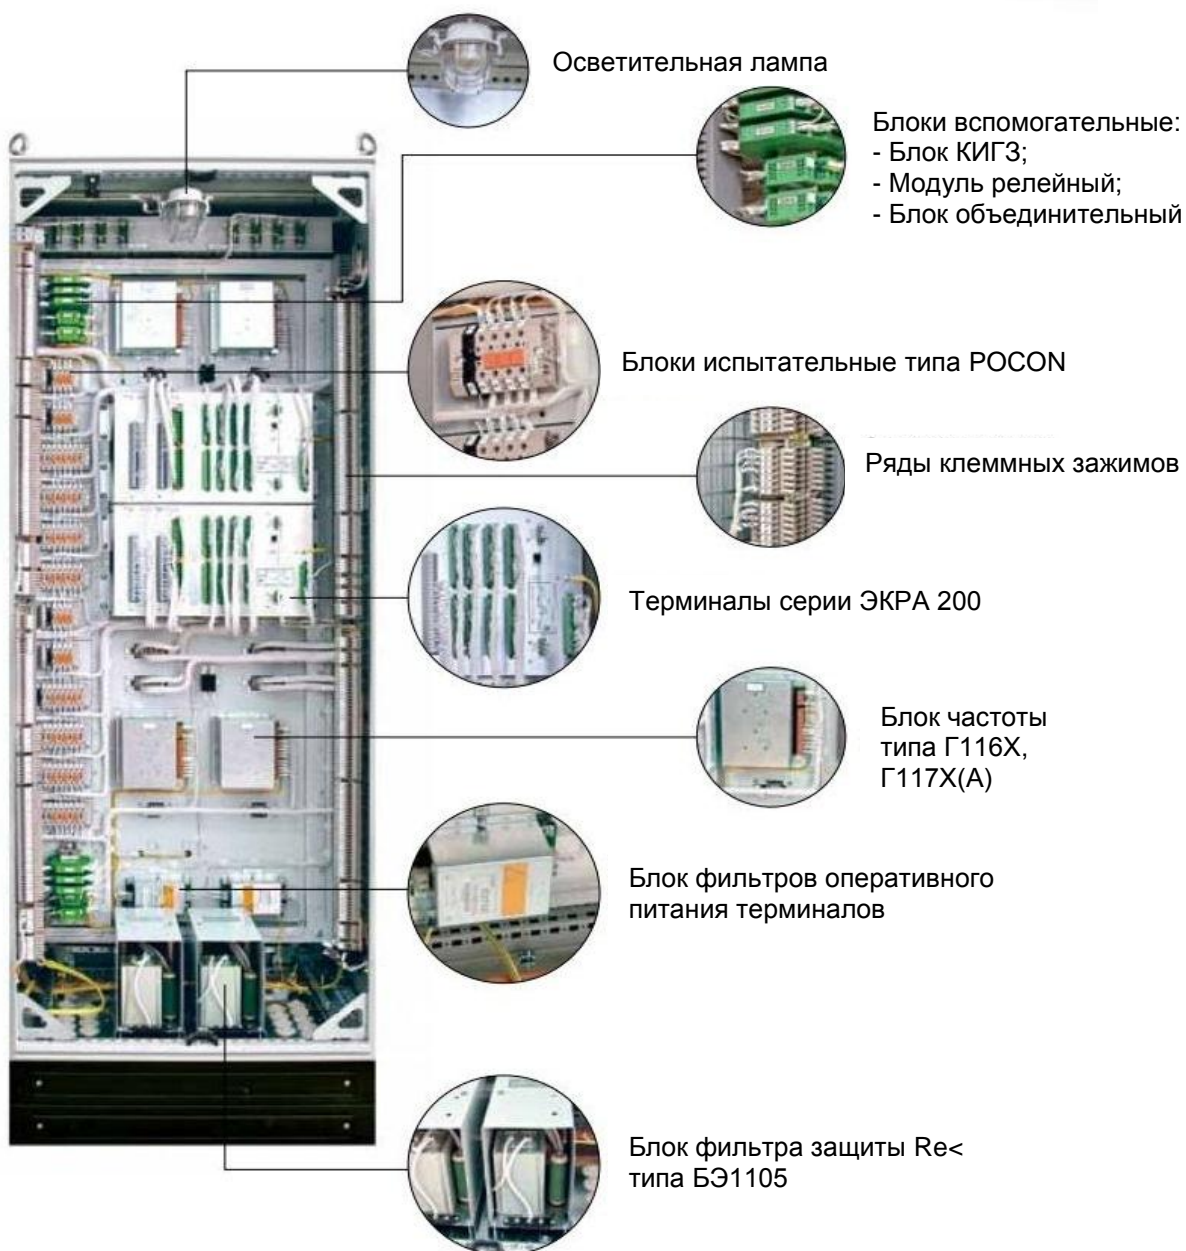

Рисунок 1 – Пример внешнего вида шкафа
1.2 Внутри шкафа устанавливаются (см. рисунок 1):